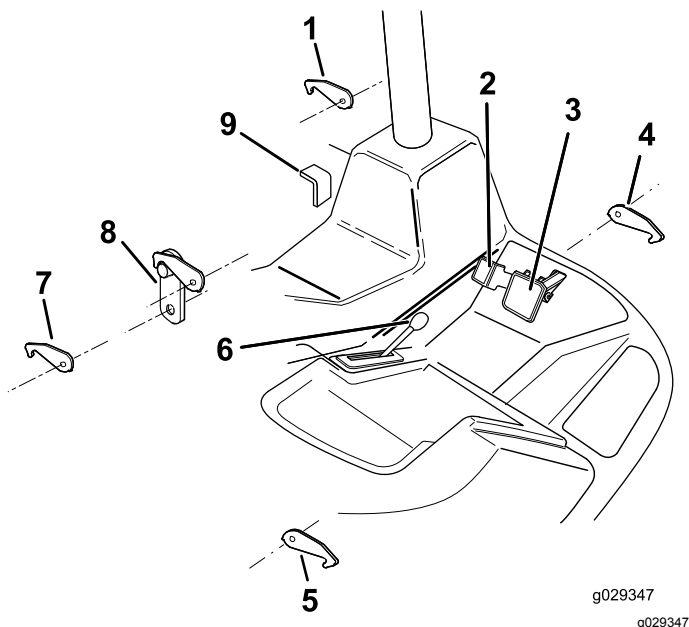

Figure 4
**Marche avant :** Appuyez sur la pédale de marche avant pour augmenter la vitesse de marche avant. Relâchez la pédale pour ralentir (Figure 4).
**Marche arrière :** Appuyez sur la pédale de marche arrière pour augmenter la vitesse de marche arrière. Relâchez la pédale pour ralentir (Figure 4).
Bloquez le différentiel pour accroître l'effort de traction. Ne bloquez le différentiel qu'à basses vitesses (Figure 4). Il reste engagé pendant le déplacement de la machine en marche avant et marche arrière.
Utilisez le levier de butée pour limiter la course de la pédale de marche avant afin d'obtenir une vitesse de déplacement en marche avant précise et de limiter la vitesse de tonte requise (Figure 4).